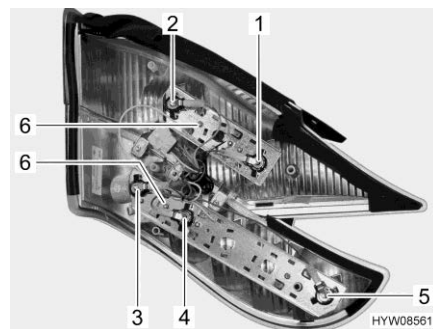

Fig. 206 Luci posteriori (lato posteriore)
- Svitare le due viti Torx (Fig. 206,6) del listello di supporto interessato sul lato posteriore dell'alloggiamento.